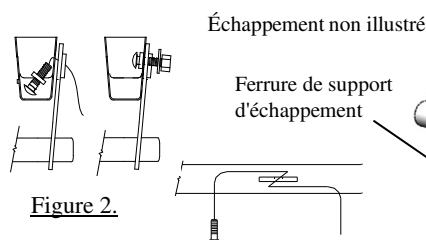

Figure 2.
- Soulever l'attelage en position. Le fil toujours attaché, pousser le boulon de carrosserie 7/16 (seulement) dans le longeron. Attacher l'espaceur (art. 14) et tirer le fil à travers le support côté passager et soulever le côté passager en position. Voir la Figure 2. Tirer le boulon de carrosserie 7/16 à travers l'espaceur et le support latéral et poser la visserie en laissant du jeu. Visser le boulon M12 dans l'écrou de levier sans trop serrer. Voir la Figure 1.
- Réinstaller l'absorbeur de vapeurs de carburant s'il a été abaissé à l'étape 4. Utiliser trois (3) rondelles plates 5/16 po pour repousser l'absorbeur de vapeurs vers le bas, réutiliser les boulons M6 d'origine.